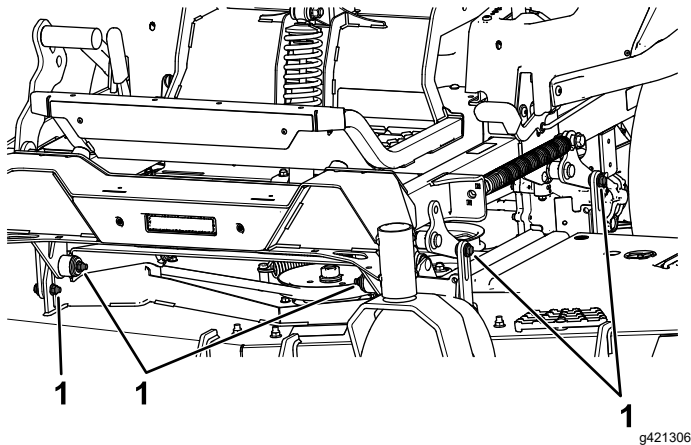

Figura 106
7. Retire y guarde los pernos y las tuercas de ambos lados de la máquina (Figura 106).